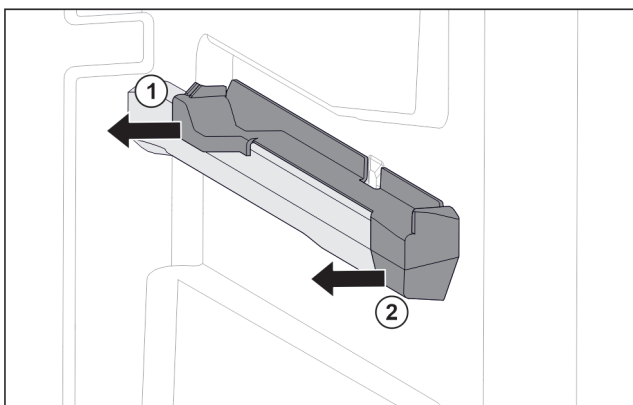

Fig. 140 Nasazovací díl na pravém žebrování na nádoby
- Stáhněte nasazovací díl vzadu na stranu. Fig. 140 (1)
- Stáhněte nasazovací díl vpředu na stranu. Fig. 140 (2)